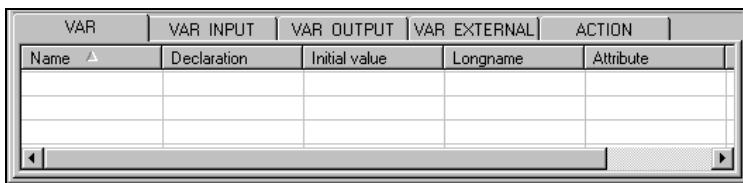

Fig. 48: Editor de declaração de variáveis
- ☐ Clicar no registro com o tipo de variável desejado. Selecionar, p.ex., “VAR_INPUT”, como mostrado na Fig. 48.